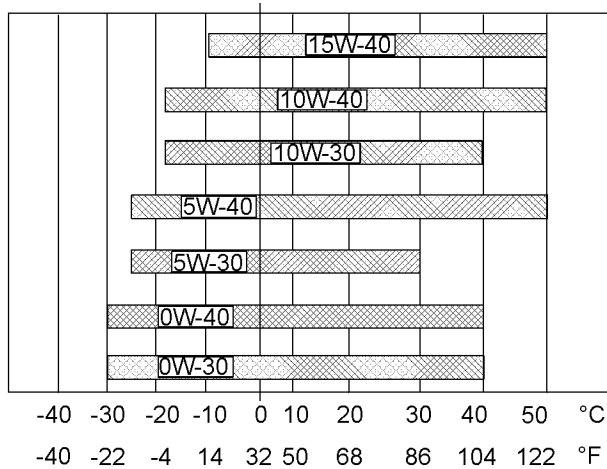

Ilustración 38
Consulte la Ilustración 38 (temperatura mínima) para determinar la viscosidad necesaria del aceite para arrancar un motor frío.
Consulte la Ilustración 38 (temperatura máxima) para seleccionar la viscosidad de aceite para la operación del motor a la temperatura ambiente más alta esperada.
- Consulte las “viscosidades de lubricante” correctas. Consulte la Ilustración 38 para encontrar el grado correcto de viscosidad de aceite para su motor.